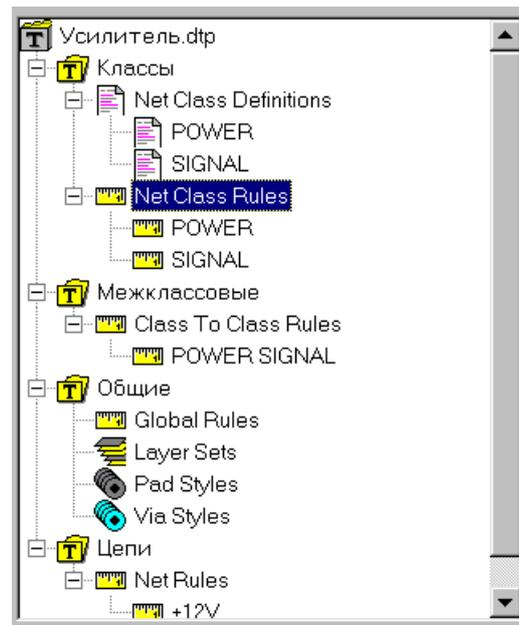

Рис. 6-32. Дерево правил
13) Перейдите к следующему классу, добавьте в него новые секции и модифицируйте их из проекта. Руководствуйтесь рис. 6-32.